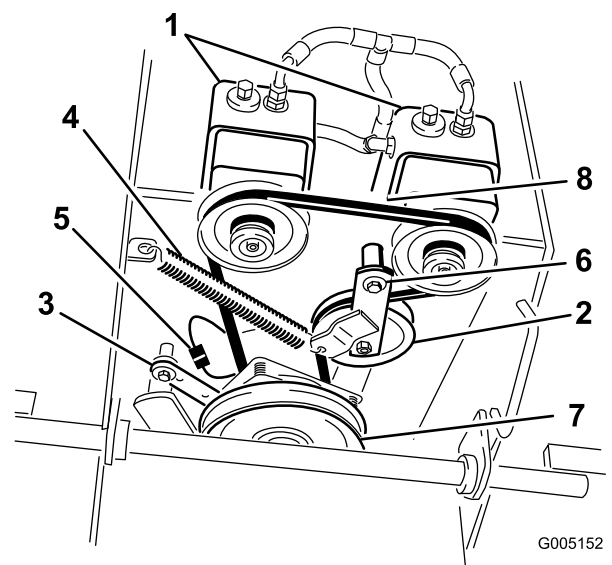

Figura 42
6. Desconecte el soporte del embrague de la plataforma del motor (Figura 42).
7. Desenganche el muelle de la polea tensora del bastidor (Figura 42).
9. Coloque el muelle tensor entre el brazo de la polea tensora y el soporte del bastidor (Figura 42).
10. Monte el soporte del embrague en la plataforma del motor (Figura 42).